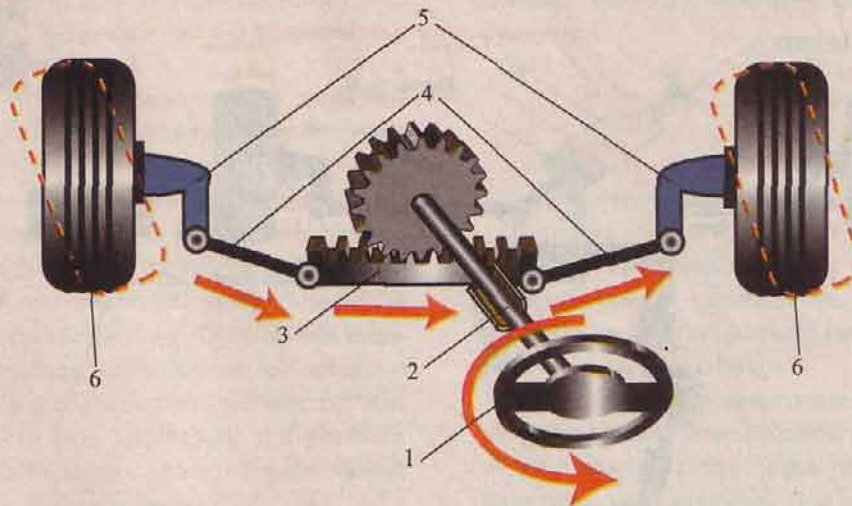

Рис. 48 Схема рулевого управления с механизмом типа «шестерня-рейка»
**Рулевой механизм реечного типа (рис. 48) отличается от червячного тем, что вместо пары «червяк-ролик» применяется пара - «шестерня-рейка». Иными словами, поворачивая рулевое колесо, водитель на самом деле вращает шестерню, которая заставляет рейку перемещаться вправо или влево. А дальше рейка передает усилие, прилагаемое к рулевому колесу, на рулевой привод.**
**Рулевой привод, применяемый с механизмом реечного типа (рис. 48), также отличается от своего предшественника. Он упрощен и имеет всего две ру-**